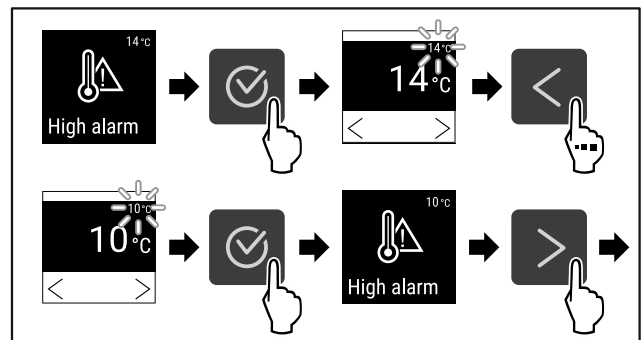

Fig. 127
- ▶ Følg anvisningene (se Fig. 127).